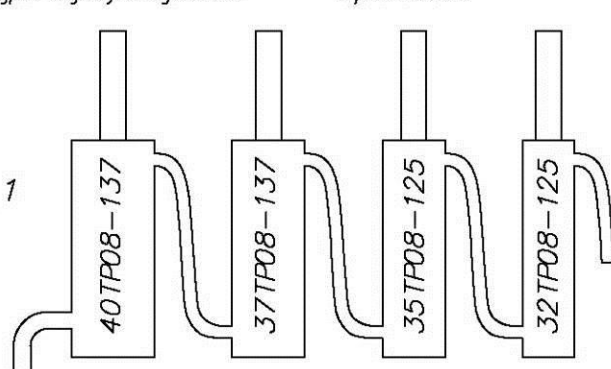

Рис.6.4.6 Последовательность соединения гидроцилиндров
- 1) Проверить правильность установки гидроцилиндров по уменьшающимся диаметрам и правильность их соединения в гидросистеме (рис. 6.4.6).